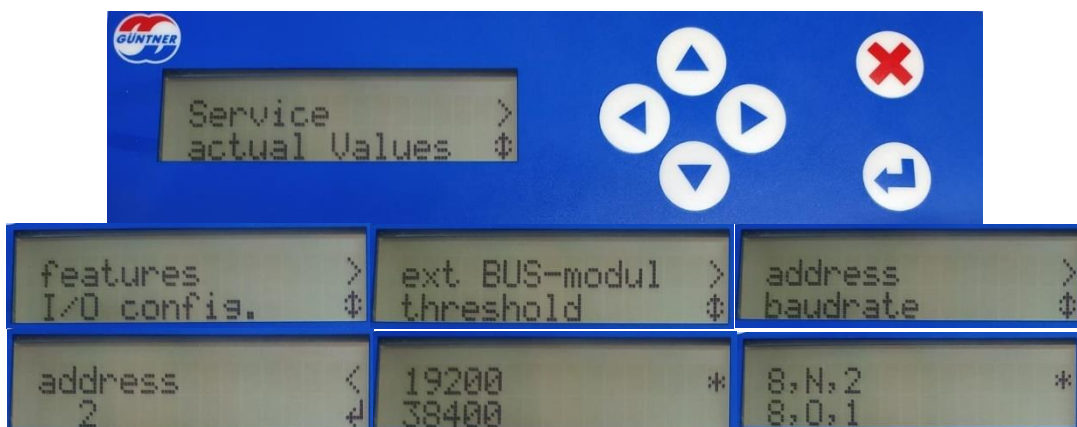

Figura 3: Configurações de modbus.
- No display do GMM EC, acesse todas configurações feitas e anote ou tire foto dos valores utilizados. Por exemplo, se o equipamento possuir comunicação modbus RTU, acessar 'Service' – 'features' – 'ext BUS-modul', conforme Figura 3.